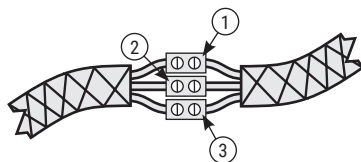

Рис.9
- 5.2.5. Соединить провода полотенцесушителя с проводом из стены с помощью клеммных колодок (рис. 9).
- 5.2.6. Провод заземления имеет желтый или желто-зеленый цвет и желтый клеммник (рис. 9 «3») фаза (L) - черный цвет и черный клеммник (рис. 9 «3»), ноль (N) - синий цвет и синий клеммник (рис. 9 «2»).